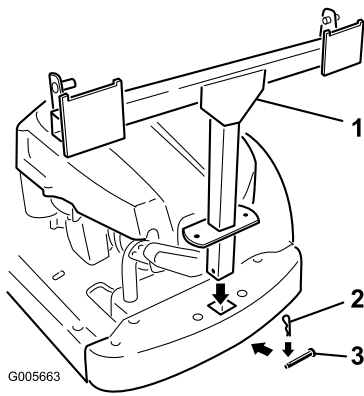

Bild 4
2. Befestigen Sie den Rahmen des Heckfangsystems mit einem Lastösenbolzen (5/16 x 2-1/4 Zoll) und einem Splint (Bild 4).
3. Setzen Sie an jeder Seite des Rahmens des Heckfangsystems eine Stange ein. Ermitteln Sie die bestehende geschlitzte Halterung zwischen dem hinteren Antriebsrad und dem Rahmen. Setzen Sie das breitere Ende der Stange in die Öffnung im Schlitz und schieben Sie die Stange nach hinten (Bild 4).
4. Stecken Sie das gebogene Ende der Stange in den Rahmen des Heckfangsystems, siehe Bild 4. Befestigen Sie beide Enden der Stangen mit Splinten.